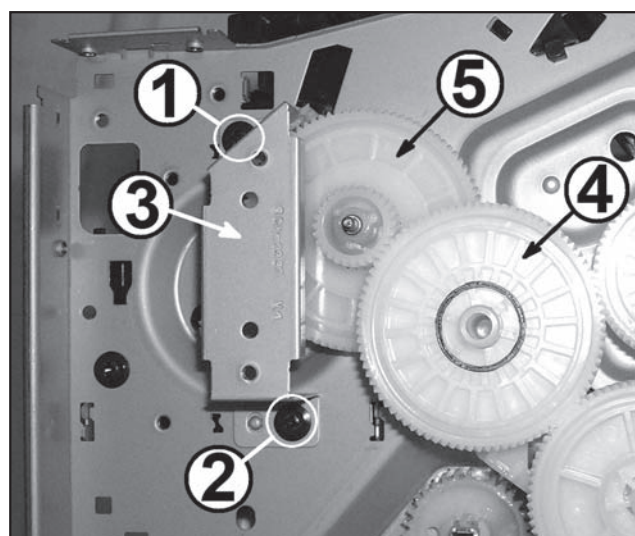

Рис. 29
6. Откручивают винты 1 и 2 (рис. 29) и снимают П-образный кронштейн 3. Запоминают местоположение шестерен и снимают шестерню 4 (рис. 29) и шестерню 5.